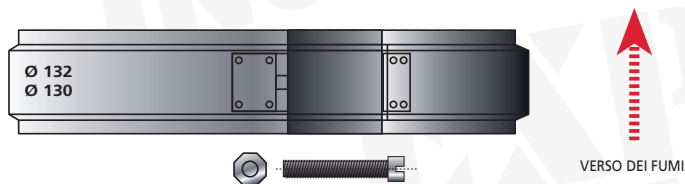

FIGURA 13
- Dopo aver innestato due elementi, montare e serrare meccanicamente la fascetta di bloccaggio sulla parete esterna, assicurandosi che la vite sia ben serrata (8 N.m). Su ogni fascetta sono riportati due numeri indicanti il diametro esterno del profilo; la fascetta è montata correttamente quando il valore maggiore tra i due è posizionato in alto (figura 13).